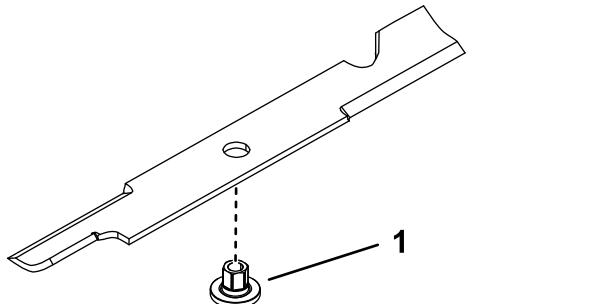

Figura 79
- Instale o casquilho através da lâmina com a flange do casquilho na parte inferior (relva) da lâmina (Figura 79).